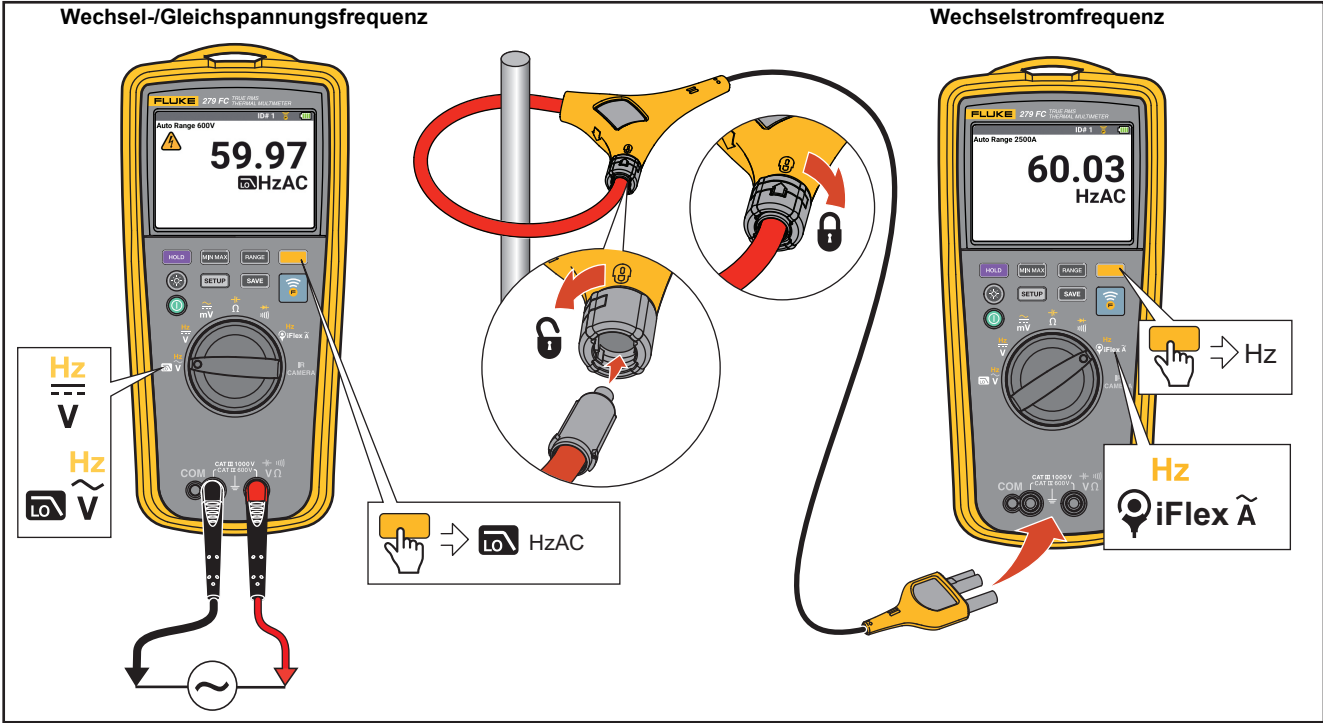

Abbildung 12. Frequenzmessung
- Frequenzmessungen, siehe Abbildung 12.
Sicherstellen, dass für die Art der Messung das richtige Zubehör verwendet wird. Siehe Abbildung 12.